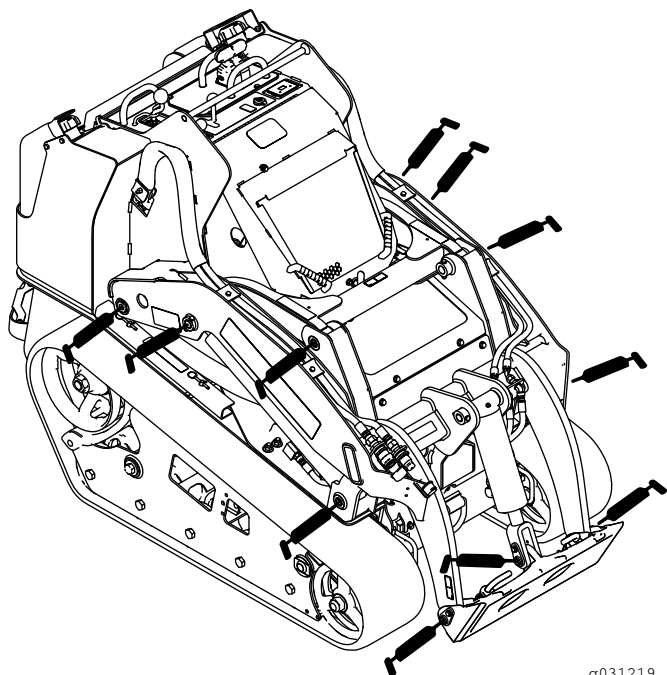
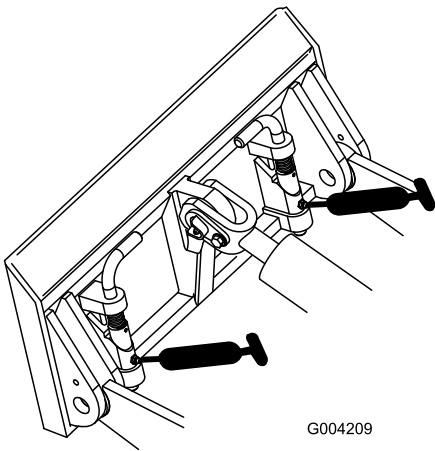
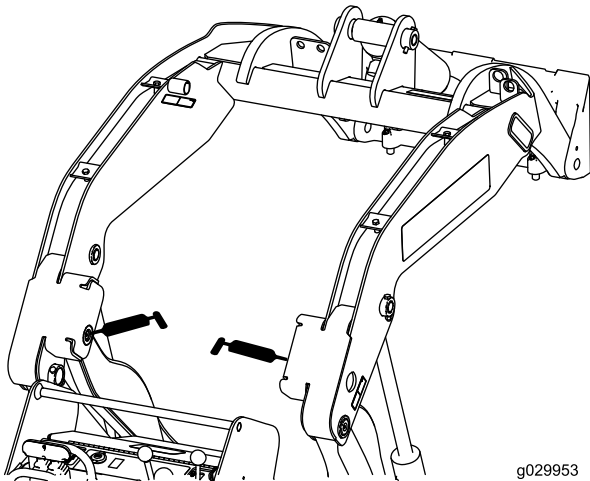

Figura 38
Figura 39
Figura 40
- Ligue uma pistola de lubrificação a cada união (Figura 38, Figura 39 e Figura 40).
Nota: Eleve os braços do carregador antes de lubrificar as uniões na Figura 40.